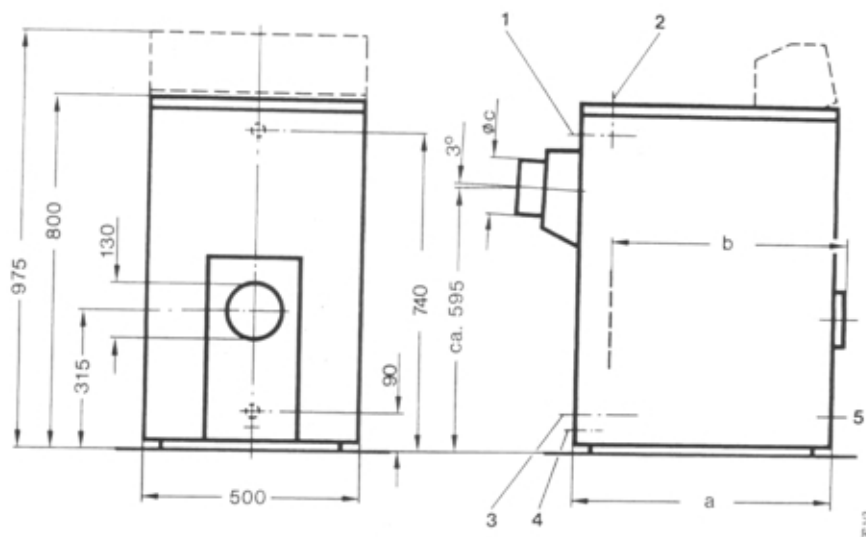

Fig. 2
Légende pour fig. 2
Le robinet de remplissage et de vidange (non compris dans la livraison), est à visser dans l'orifice de 1/2" voir pos. 7, fig. 2.